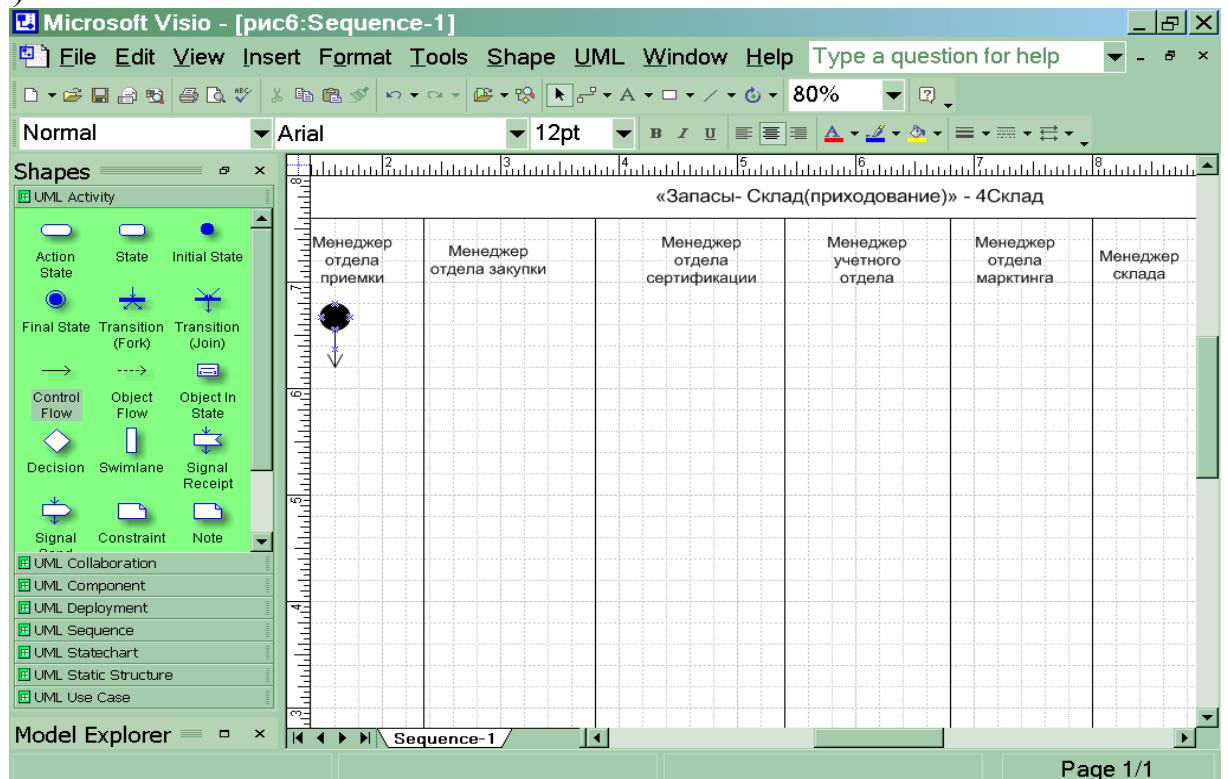

Рис.6 Подготовительная стадия для изображения диаграммы действий
8. Обозначьте на диаграмме начало процесса символом ● «Initial state» в графе отведенной для изображения действий менеджера отдела приемки. (рис.6). Не забывайте, что работу с графическими формами можно осуществлять только при активированной пиктограмме с изображением стрелки на панели «Форматирование».
- 9.** Направьте стрелку вниз от изображения начала процесса. Для этого перенесите с формы UML Activite изображение стрелки → (Control Flow) (Рис.6).